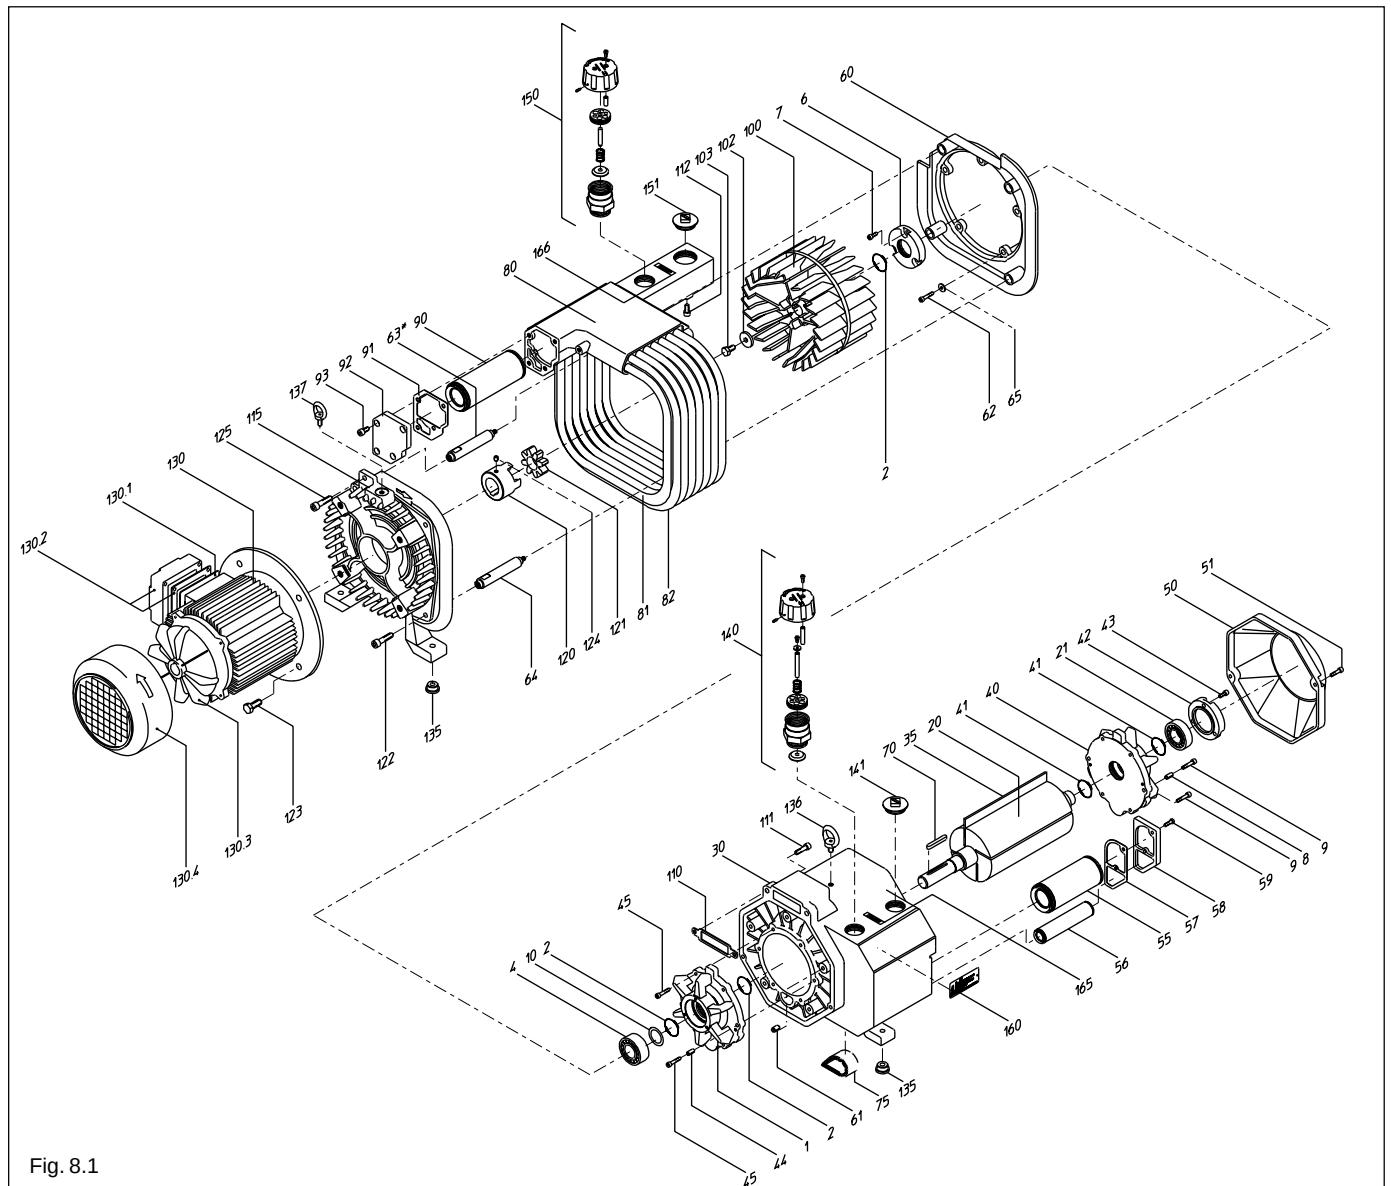

Fig. 8.1
1. Die beiden saugseitigen Filter (Fig. 3.1) müssen in regelmäßigen Abständen gereinigt werden. Je nach Staubaufall müssen diese Filter nach 100 bis 500 Betriebsstunden mit Druckluft ausgeblasen werden. Bei starker Verschmutzung müssen die Filter ausgetauscht werden. Dazu kann die Abdeckung abgenommen werden. (Fig. 8.1, 92)
1. The two filters on the suction side (Fig. 3.1) must be cleaned at regular intervals. Depending on the amount of dust in the air being pumped the filters must be blown out every 100 to 500 working hours with compressed air. If the cartridge is too dirty to be cleaned, it must be replaced by removing the cover. (Fig. 8.1, 92)
1. Les deux filtres au côté admission (Fig. 3.1) doivent être nettoyés à des intervalles réguliers fonction de la quantité de poussières contenue dans le gaz pompé. Les filtres doivent être soufflés avec de l'air comprimé après 100 à 500 heures de fonctionnement. Si les filtres sont trop sales il faut les remplacer en enlevant le couvercle. (Fig. 8.1, 92)
4. Der druckseitige Filter muß nach 1000 bis 2000 Betriebsstunden ausgewechselt werden. Dazu kann die Abdeckung entfernt werden. (Fig. 8.1, 58)
4. The pressure side filter must be replaced after 1000 to 2000 working hours. For that the cover is removed. (Fig. 8.1, 58)
4. Le filtre du côté pression doit être remplacé après 1000-2000 heures de fonctionnement. Pour cela, enlever le couvercle. (Fig. 8.1, 58)